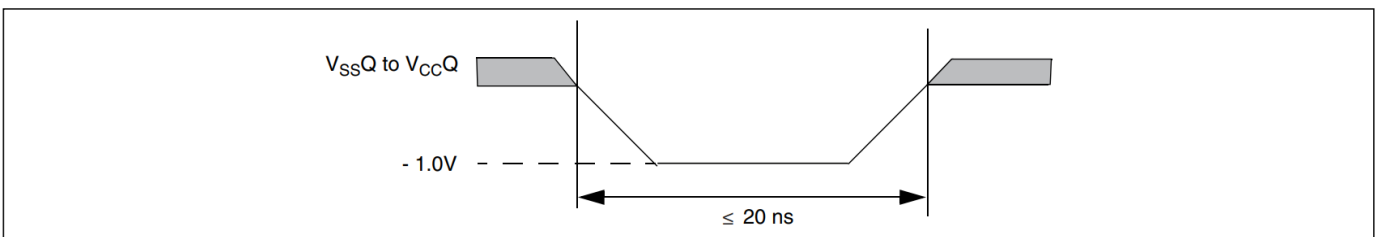
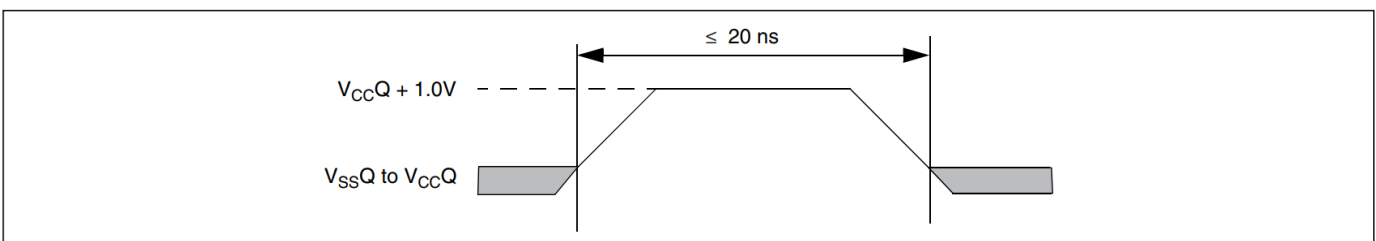

图21 最大负过冲波形
图 22 最大正过冲波形
31. 输入或 I/O 信号上的最小直流电压为 -1.0 V。在电压转换期间，输入或 I/O 信号可能低于 V_{SS} 至 -1.0V，持续时间长达 20 ns。见**图 21**。输入或 I/O 信号上的最大直流电压为 V_{CC} + 1.0 V。在电压转换期间，输入或 I/O 信号可能高于 V_{CC} + 1.0V，持续时间长达 20 ns，见**图 22**。